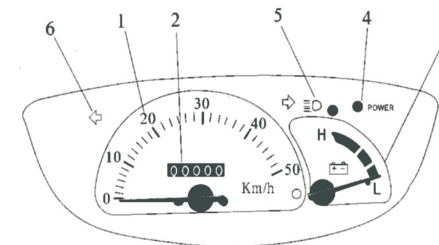

Figura 4-15
2. Instrumente și afișajul controlerului (vezi Figura 4-15)